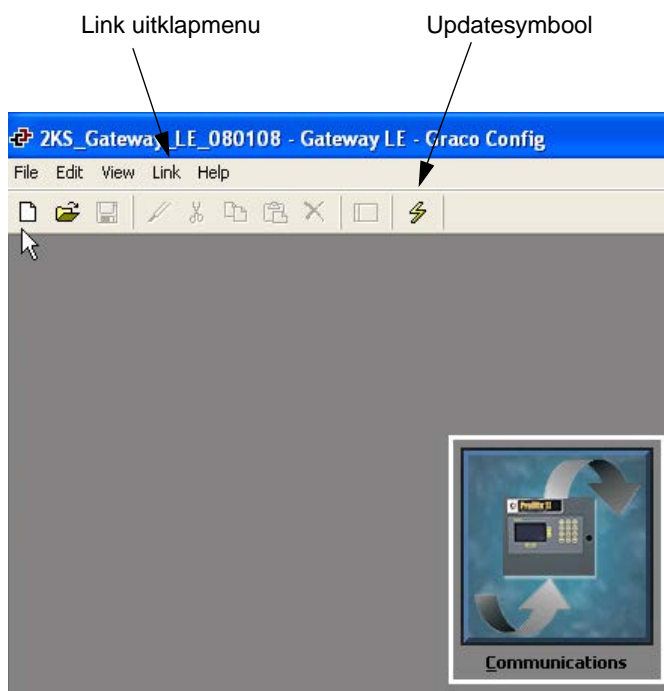

FIG. 16: GracoConfig hoofdpagina
3. Ga naar File>Open (Bestand openen) en selecteer het bestand met de xx.gg2 extensie. De bestandsnaam moet, eenmaal geladen, bovenaan het scherm verschijnen (FIG. 16).
4. Download de database met behulp van het Link>Update commando. Of gebruik het Updatesymbool  op de taakbalk voor rechtstreekse toegang. Zie FIG. 16.